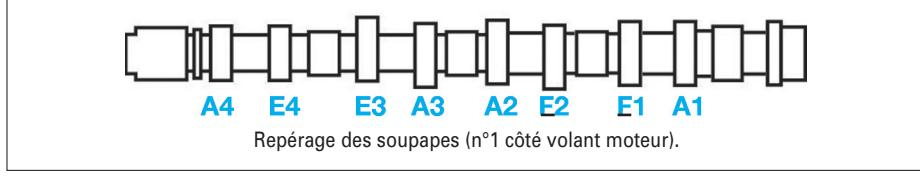

FIG. 12
- Tourner le vilebrequin pour amener la soupape d'échappement du cylindre n°1 en pleine ouverture (Fig.12).